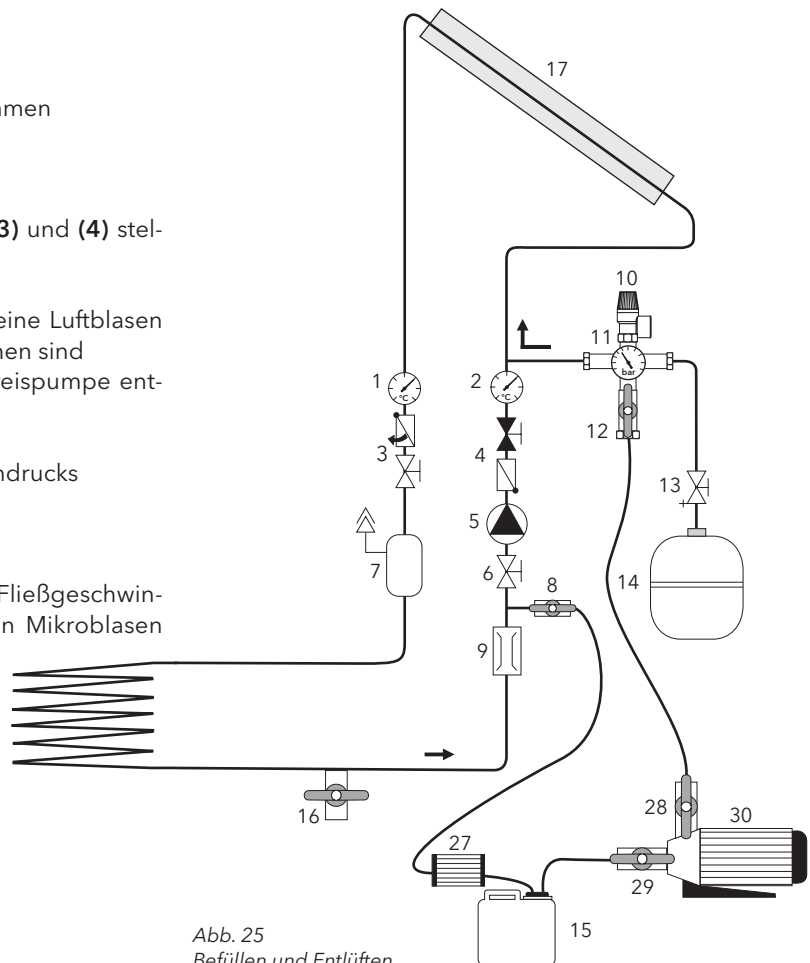

Abb. 25
- Befüllpumpe (30) einschalten
- Befüllpumpe so lange betreiben, bis keine Luftblasen mehr im Flüssigkeitsbehälter (15) zu sehen sind
- Pumpenstrang und nötigenfalls Solarkreispumpe entlüften (Abb. 25)
- KFE-Hahn (8) schließen
- Bei Erreichen des gewünschten Anlagendrucks KFE-Hahn (12) schließen (s. Kap. 4.6)
- Kugelhähne und Schwerkraftbremsen (3) und (4) stellen wie in Abb. 25
- Befüllpumpe (30) ca. 20 s laufen lassen
- Kugelhähne (8) und (12) schließen und Befüllpumpe (30) ausschalten